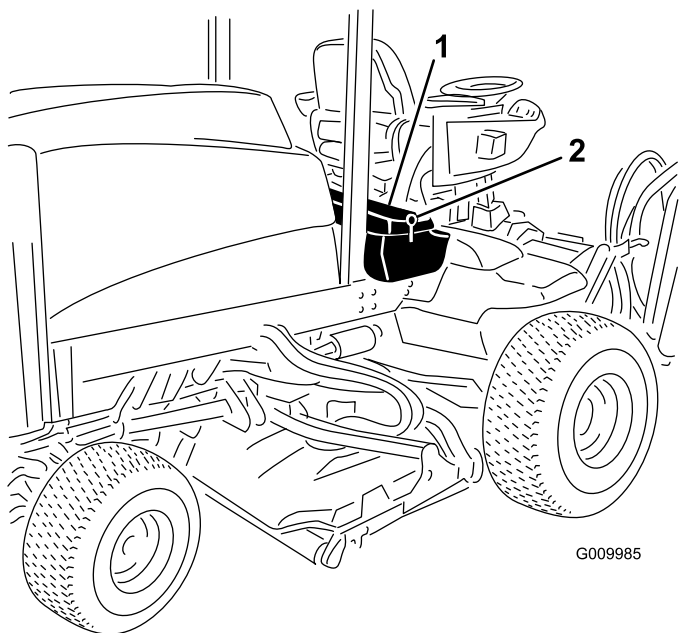
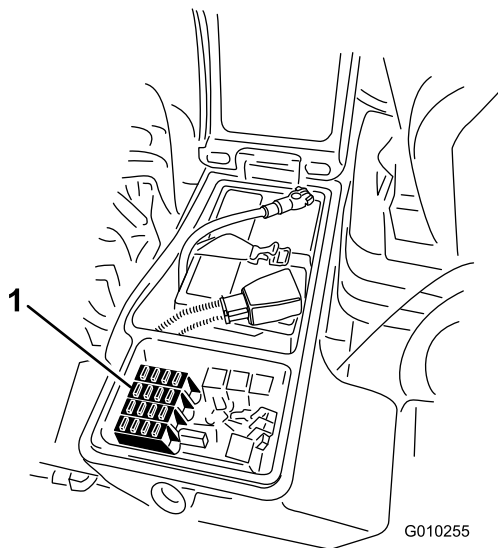

Figure 94
Figure 95
- Ouvrez le verrou du couvercle du bac de rangement droit et soulevez le couvercle (Figure 94) pour exposer le porte-fusibles (Figure 95).
- Remplacez le(s) fusible(s) dans les emplacements libres selon les besoins (Figure 95).
- Refermez le couvercle du bac de rangement droit et fixez-le avec le verrou (Figure 94).